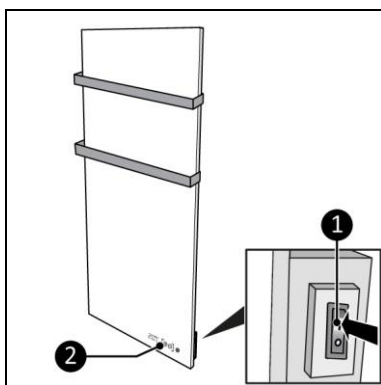

Figura 12
1. Poziționați comutatorul PORNIT/OPRIT (ON/OFF) în poziția PORNIT (ON) (Figura 12, poziția 1).
2. Panoul de control și afișajul (Figura 12, poziția 2) se vor aprinde.